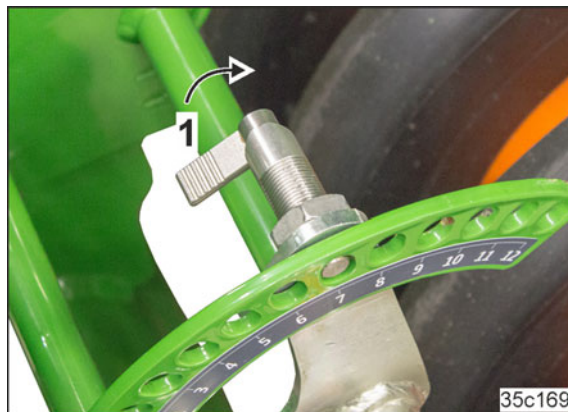

Fig. 128
2. Desbloquear el perno de bloqueo girando (Fig. 128/1).